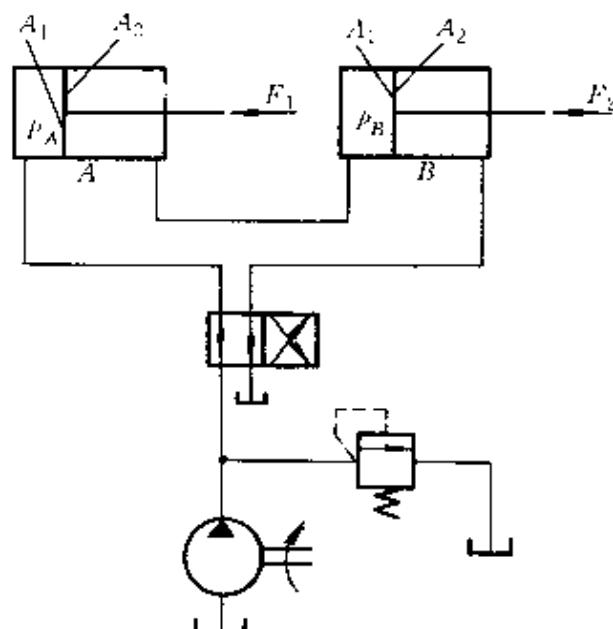

图 4-32 液压缸串联使用
**例 5** 两个相同的液压缸串联使用，它们的无杆腔有效工作面积  $A_1 = 80\text{cm}^2$ ，有杆腔的有效工作面积  $A_2 = 50\text{cm}^2$ ，输入油液压力  $p = 600\text{kPa}$ ，输入的流量  $q = 12\text{L/min}$ ，（参见图 4-32），求如果两缸的负载  $F_1 = 2F_2$  时，两缸各能承受多大的负载（不计一切损失）？活塞的运动速度各为多少？若两缸承